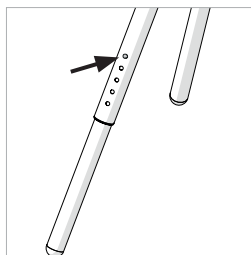

Abb. 3
- Drücken Sie den Verriegelungstift des Innenbeins (**Abb.3**) und schieben Sie das Innenbein vorsichtig in die gewünschte Position heraus.
- Justieren Sie alle vier (4) Beine und achten Sie dabei darauf, dass alle auf die gleiche Länge eingestellt sind.